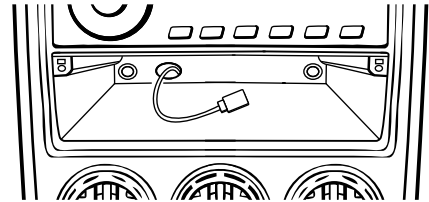

Рис. 4.27
3. Выведите кабель через отверстие, рис. 4.27.